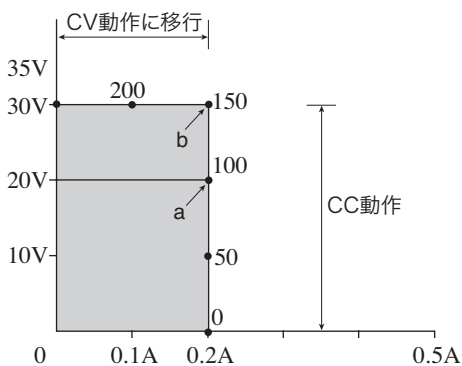

図2-6 定電流 (CC) 動作
前記と同様に、PMR35-1.2DUを使って100Ωの負荷に0.2Aを流して定電流 (CC) 動作させる場合について説明します。図2-6はこの場合の動作を示しています。